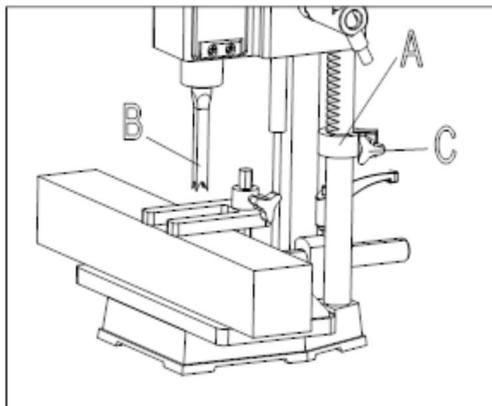

Fig. 11
En djupstoppstyrning (A) Fig. 11 tillhandahålls för att begränsa mejselns (B) djup. För att justera djupstoppsguiden (A), lossa skruven (C) och sänk huvudet tills mejseln (B) är på önskat djup. Sänk djupstoppstyrningen (A) tills